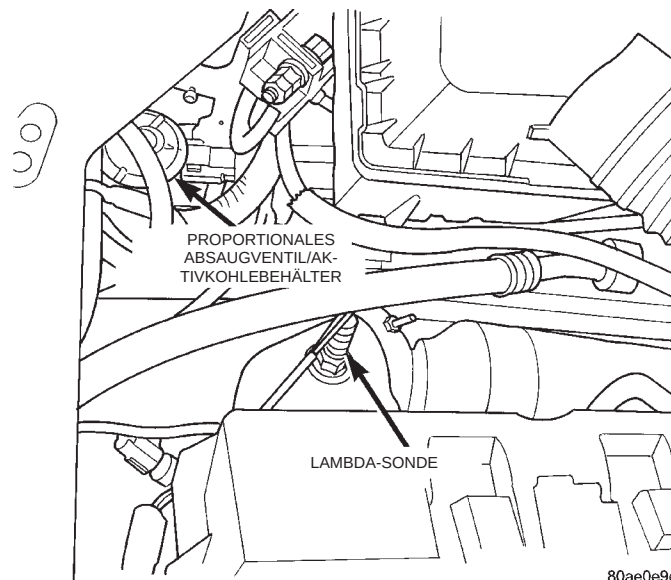

Abb. 36 Proportionales Absaugventil/ Aktivkohlebehälter
(9) Sicherstellen, daß die Steckverbinder des proportionalen Absaugventils/Aktivkohlebehälters (Abb. 36) am Absaugventil angeschlossen sind.